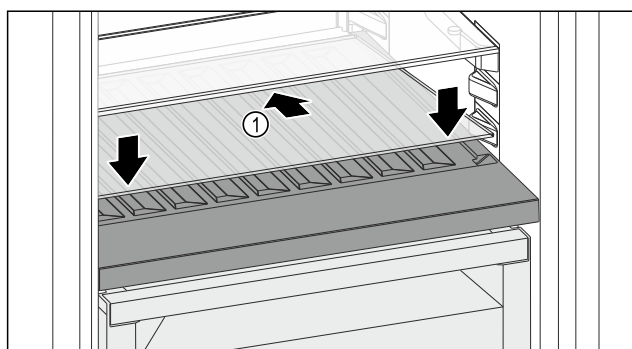

Fig. 120
- Skleněnou desku Fig. 120 (1) zasuňte šikmo a skloněnou dozadu dolů.
- Skleněnou desku Fig. 120 (1) vpředu spusťte dolů.